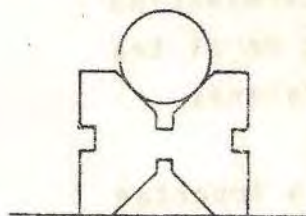

Fig. 5
4. Se posiciona sobre prismas en V, cuando se trata de piezas cilíndricas (fig. 5).